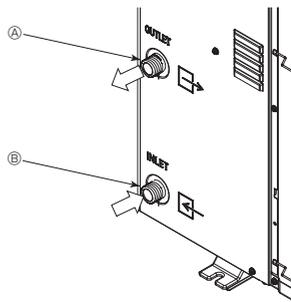

Fig. 6-1
6.1. Ūdens cauruļu savienojums (Fig. 6-1)
- Ieplūdes un izplūdes cauruļu pozīcija ir attēlota Fig. 6-1.
[Fig. 6-1]